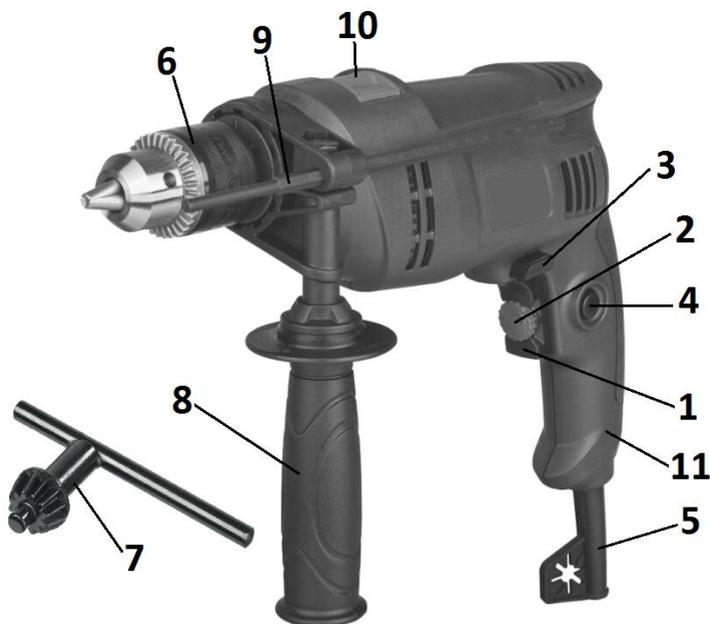

Рисунок 1
4.1 Общий вид дрели представлен на рис. 1.